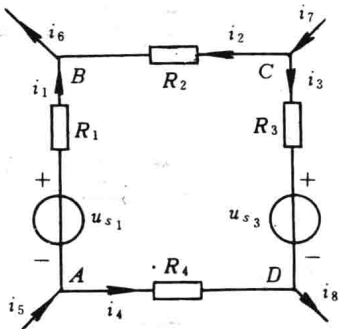

图 1.1-1 基尔霍夫定律示例
在表 1.1-2 中,以图 1.1-1 所示电路为例,阐述基尔霍夫定律。
| 基尔霍夫电流定律KCL ① | $\Sigma i = 0$或 $\Sigma i_0 = \Sigma i_i$对图 1.1-1 中节点 A 有$i_1 + i_4 - i_5 = 0$或 $i_1 + i_4 = i_5$对含节点 A、B、C、D 的闭合面有$-i_5 + i_6 - i_7 + i_8 = 0$或 $i_6 + i_8 = i_5 + i_7$                                                                           | 在集总参数电路中,任何时刻,对任一节点,所有支路电流的代数和恒等于零在集总参数电路中,任何时刻,对任一节点,流出的电流之和等于流入的电流之和基尔霍夫电流定律可将节点推广应用到包含有限个节点的闭合面                                                                               |
| 基尔霍夫电压定律KVL ② | $\Sigma u = 0$或 $\Sigma Ri = \Sigma u_s$对图 1.1-1 中 ABCD 回路$u_{AB} + u_{BC} + u_{CD} + u_{DA} = 0$或 $R_1 i_1 - R_2 i_2 + R_3 i_3 - R_4 i_4 = u_{s1} - u_{s3}$对跨越空间的闭合回路 ABDA 有$u_{AB} + u_{BD} + u_{DA} = 0$或 $u_{BD} = u_{s1} - R_1 i_1 + R_4 i_4$ | 在集总参数电路中,任何时刻,沿任一闭合回路,所有支路电压的代数和恒等于零在集总参数电路中,任何时刻,沿任一闭合回路,所有电阻上电压降的代数和恒等于电源端电压的代数和在第二种表达式中,电阻中电流与回路绕行方向一致时取正号,反之取负号;电源端电压 $u_s$ 与回路绕行方向相反的取正号,反之取负号基尔霍夫电压定律可推广应用在任意跨越空间的闭合回路 |
① KCL 为“Kirchhoff's Current Law”的缩写。
② KVL 为“Kirchhoff's Voltage Law”的缩写。